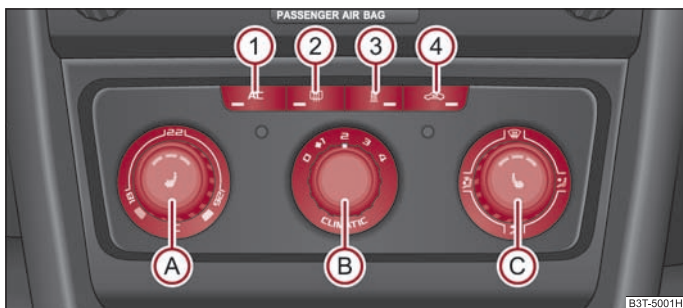

Fig. 121 Climatic: Elementele de comandă
Instalația de răcire funcționează numai când tasta **AC** ⇒ pagina 110, fig. 121 este apăsată și se îndeplinesc următoarele condiții:
- Rotiți regulatorul rotativ (A) ⇒ fig. 121 spre dreapta pentru a mări temperatura.
- Rotiți regulatorul rotativ (A) spre stânga pentru a reduce temperatura.
- Apăsăți tasta (AC) (1) ⇒ fig. 121. Lampa de control din tastă se va aprinde.
- Apăsând încă o dată pe comutatorul (AC) instalația de răcire se va opri. Lampa de control din tastă se stinge.
- Apăsați tasta  ④ ⇒ pagina 110, fig. 121, lampa de control din tastă se aprinde.
Când regulatorul  se află în poziția  ⇒ pagina 110, fig. 121, recircularea aerului este oprită automat. Prin apăsarea repetată a tastei  puteți porni recircularea aerului și în această poziție.